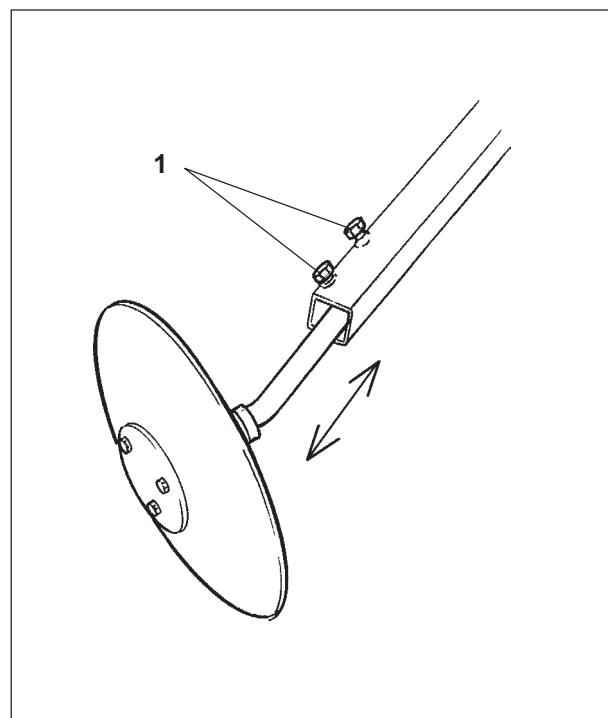

Рис. 10.7
- Диски маркера (Рис. 10.7) вставьте в качающуюся трубу маркера и зажмите при помощи шестигранных винтов (Рис. 10.7/1).